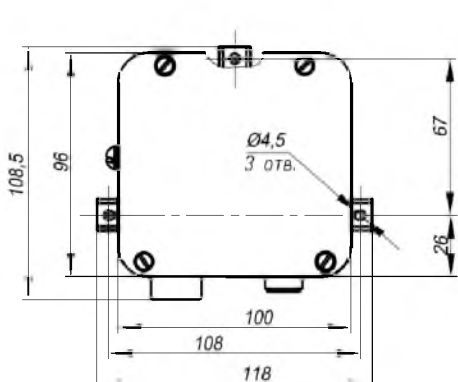

Рис. 6 Присоединительные размеры датчика в силуминовом корпусе
- для датчика в силуминовом корпусе: Закрепит датчик на трех винтах (саморезах) чувствительным элементом вниз. Присоединительные размеры датчика указаны на рис. 6.